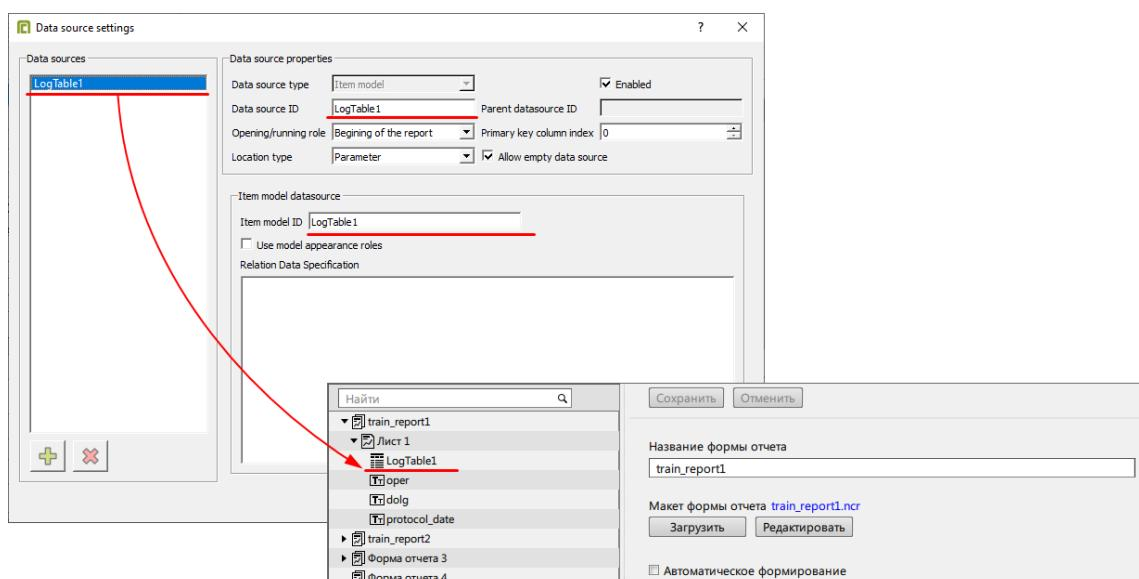

Рисунок 141 - Настройки источника данных
4. Переименуйте источник данных в имя таблицы, как в настройках отчета Redkit Configurator (Рисунок 141). Имена должны полностью совпадать.